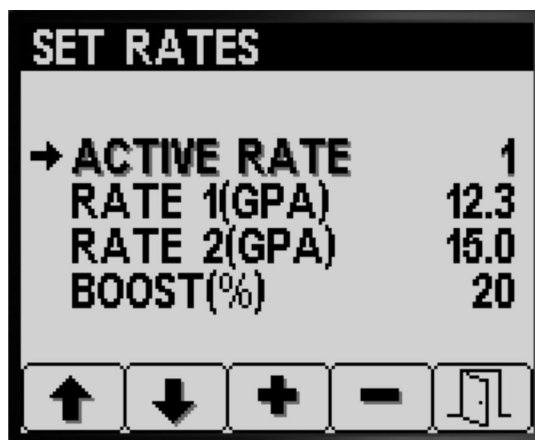

Figura 5
- Pulse el botón 1 o el botón 2 para desplazarse a la opción CAUDAL ACTIVO (Figura 5).
- Pulse el botón 4 para seleccionar la opción CAUDAL ACTIVO (Figura 5).
- Pulse el botón 3 o 4 para establecer CAUDAL 1 o CAUDAL 2 como el caudal activo programado (Figura 5).